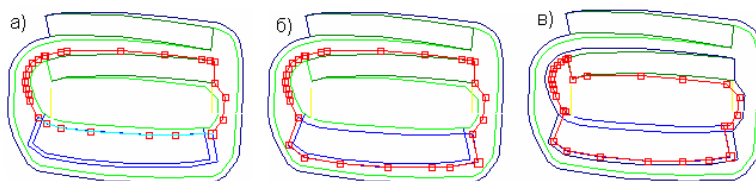

Рис. 5 Редактирование бровок карьера после создания прирезки вручную
3.2 Корректировка контуров бровок карьера по созданному блоку. Выбрать модель объектов «Карьер-2». Выделить участок верхней бровки, совпадающий с контуром блока (см. рис. 5а), нажать ПКМ, во всплывающем меню выбрать **Разомкнуть контур**. Выделить одну из крайних точек этого контура, нажать кнопку **Добавить точки** , и при нажатой кнопке **Привязка к объектам**  добавить точки, привязываясь к крайним точкам верхнего контура блока. Замкнуть этот контур (см. рис. 5б). Аналогично перестроить участок нижней бровки карьера (см. рис. 5в).